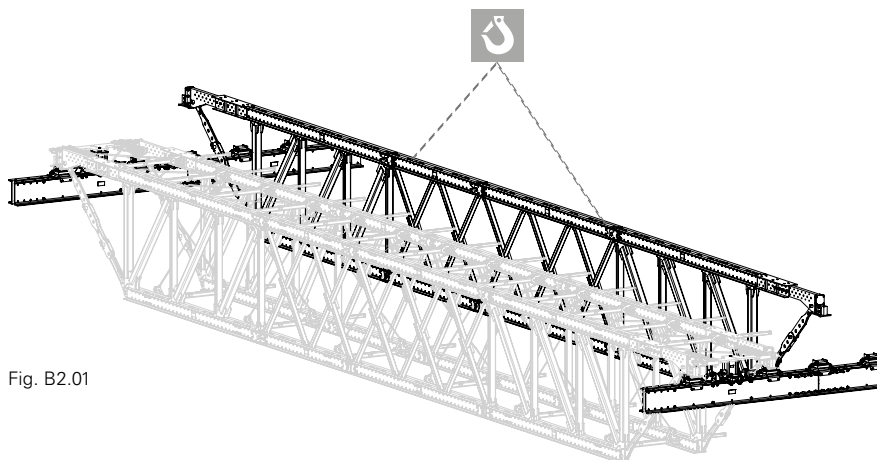

Fig. B2.01
4. Sollevare la trave singola e posizionarla sopra la trave di orditura primaria (35). (Fig. B2.01)